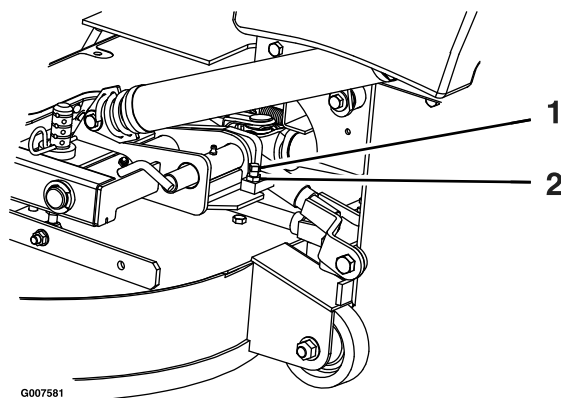

Figura 81
2. Allentate il controdado e ruotate la vite di arresto in senso orario, fino a quando il perno di bloccaggio non è serrato e non può essere ruotato a mano (Figura 81).